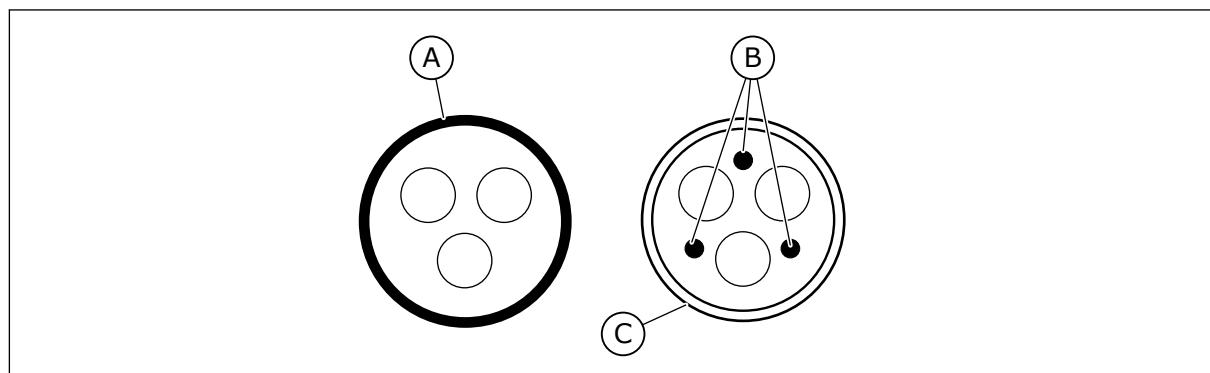

Рис. 36: Кабели с проводом защитного заземления
2. Симметричный кабель питания, снабженный концентрической защитной проволокой. Кабель для указанного напряжения сети электроснабжения. Рекомендуется использовать кабель МСМК. См. Рис. 36.
3. Симметричный кабель питания, снабженный плотным низкоомным экраном. Кабель для указанного напряжения сети электроснабжения. Рекомендуется использовать кабель МССМК или ЕМСМК. Рекомендуемое полное проходное сопротивление кабеля [в диапазоне 1–30 МГц]: не более 100 мОм/м. См. Рис. 36. * = для обеспечения уровня электромагнитных помех С2 требуется круговое (360°) заземление экрана с помощью кабельных вводов со стороны двигателя.